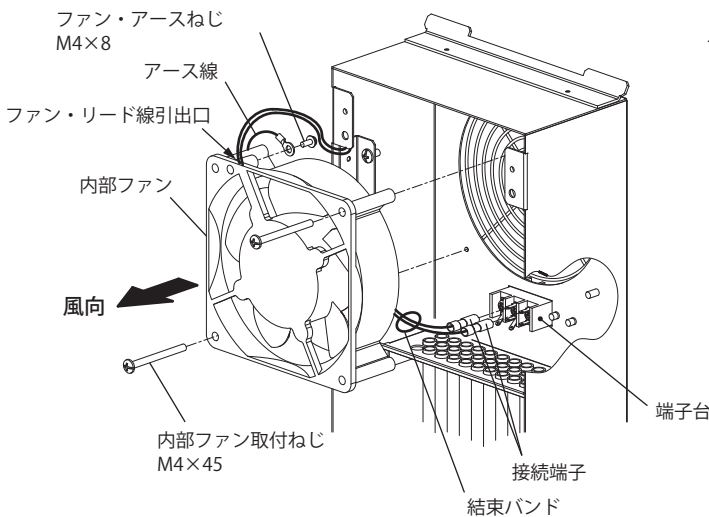

図 10
1. 内部ファン取付ねじ M4×45 (2 か所) を外し、端子台横の結束バンドを取外してください。(図 10)